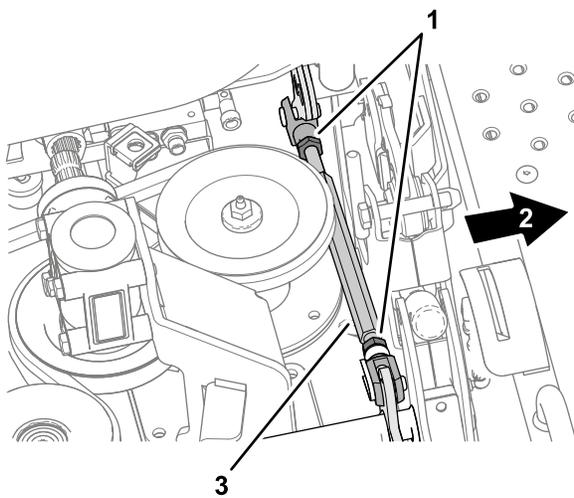
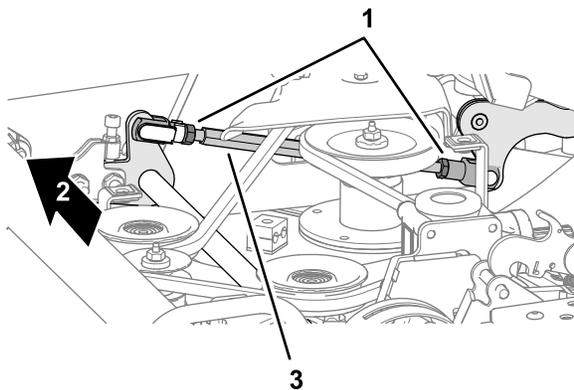

Figura 128
Figura 129
B. Allentate i controdadi dei regolatori dell'inclinazione del piatto (Figura 128 e Figura 129) su ciascun lato del piatto.